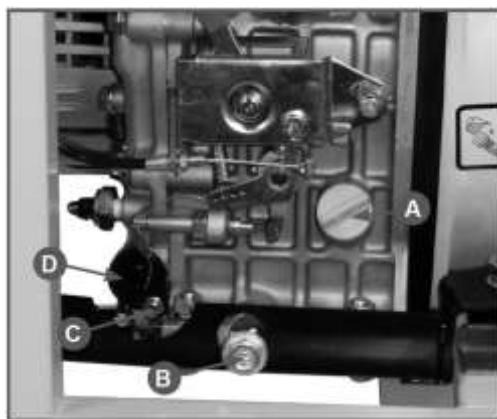

Рис. 11 Замена моторного масла
3. Извлеките крышку-щуп (Рис. 11 п. А) из маслозаливной горловины и вытрите щуп чистой ветошью.
4. Открутите пробку (Рис. 11 п. В) для слива масла и слейте отработанное масло в подготовленную для этого емкость.
6. Открутите болт фиксации масляного фильтра (Рис. 11 п. С). Во избежание пролива масла подложите кусок ветоши под масляный фильтр, после чего извлеките масляный фильтр (Рис. 11 п. D).